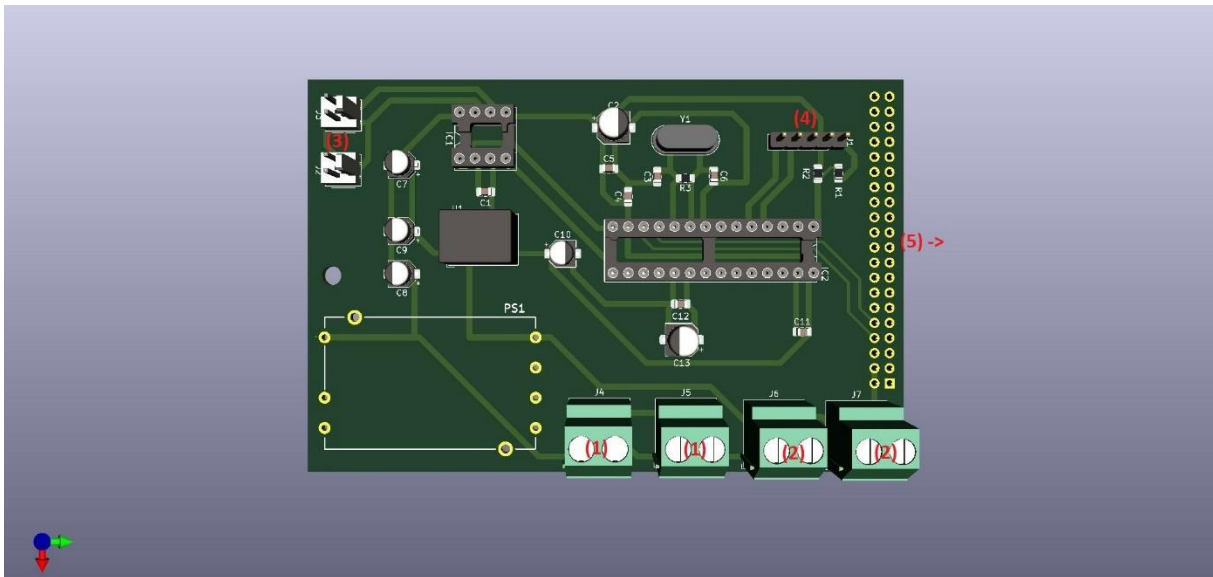

Abbildung 2: UART-Platine
Die Buchsenleiste (5) dient als HAT Verbindung zum Raspberry Pi, so dass die Platine als Plug and Play auf den Raspberry Pi gesteckt werden kann. Der Pfeil an der Markierung in Abbildung 2 gibt an, in welcher Richtung der Raspberry Pi sich befindet.